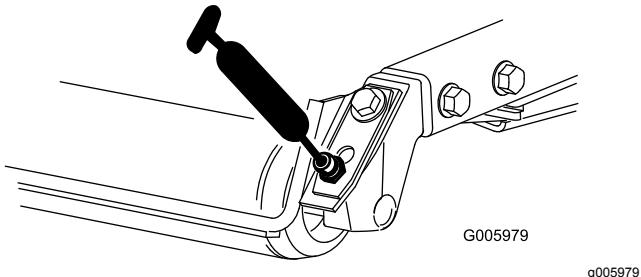

Figura 51
- Cojinetes de los rodillos traseros (2 por unidad de corte) (Figura 51).